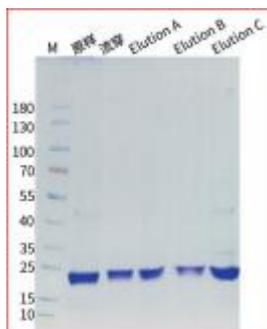

图 2.Magneti-Q HA 标签蛋白纯化试剂盒纯化分泌蛋白的 SDS-PAGE 电泳图
- 5) 对洗脱产物进行 SDS-PAGE 电泳, 结果请见图 2。